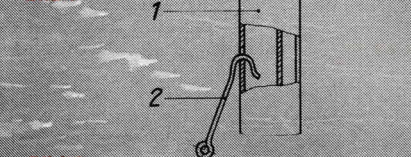

Bild 8
Bei Alu-Masten (Bild 8) genügt es oft, an der Vorderkante des Mastes (1) eine Bohrung einzubringen und dort den Haken des Vorstages (2) einzuhängen.